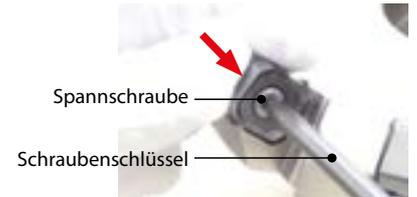

Abb. 1
3. Nach dem Anbringen einer Spannschraube am oberen Ende des Schraubenschlssels die Schraube festziehen und dabei die Wendeschneidplatte gegen die Grundplattensitzoberflche und Halteroberflche gedrckt halten (Abb. 1).